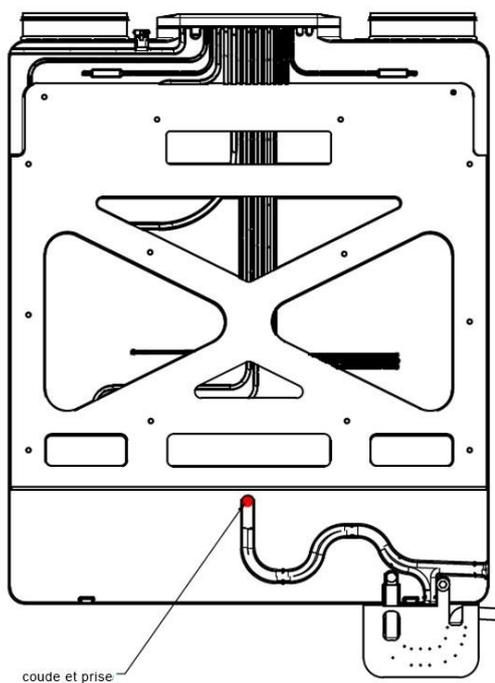

Figure 18 - Coude et bouchon
1. Retirez la fiche de l'endroit marqué sur la figure 18